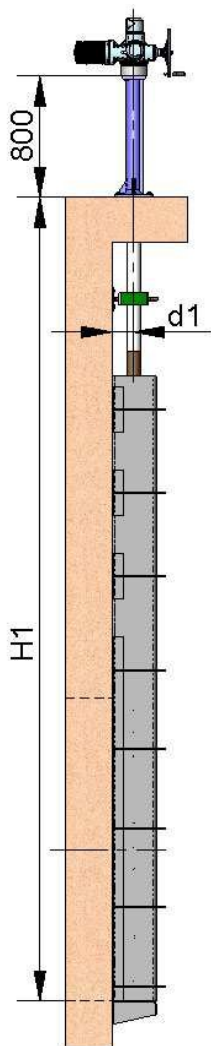

Abb. 19
- Die Standardflursäule ist 800 mm hoch (Abb. 19).